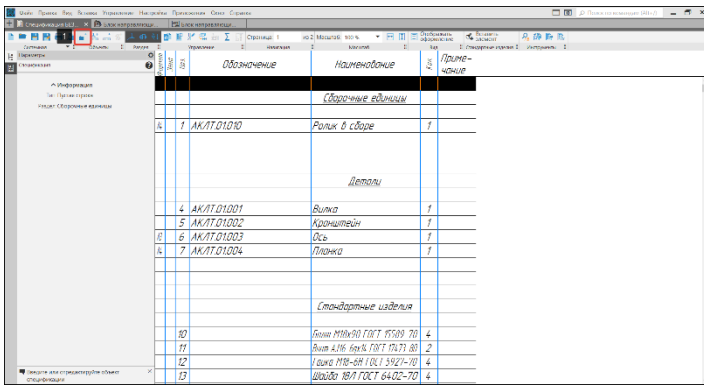

Рисунок 367 – Команда Добавить раздел
- В панели объекты выберем команду Добавить раздел (1) (Рисунок 367);